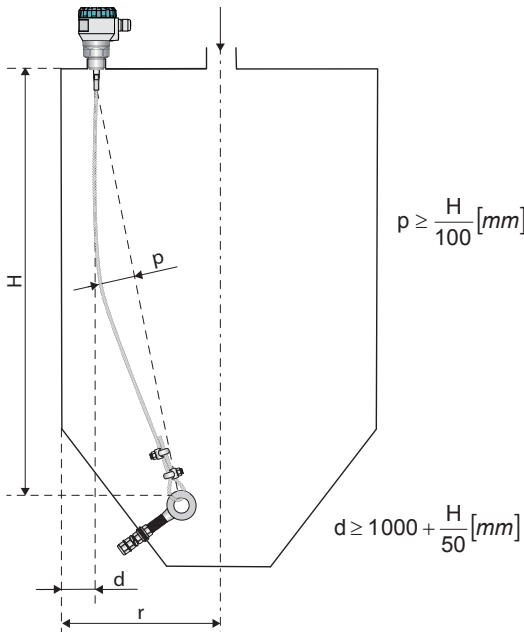

Abb. 19: Empfohlene Installation des Produkts mit Verankerung auf der selben Siloseite
- Beim Verhältnis Silobreite zur Silohöhe nach der Formel: $r \geq 1000 + H/20$ [mm] kann das Seil auch auf der selben Siloseite verankert werden, siehe Abb. 19.
auf der gleichen Siloseite (Abb. 19)	$\geq 1000 + H/20$